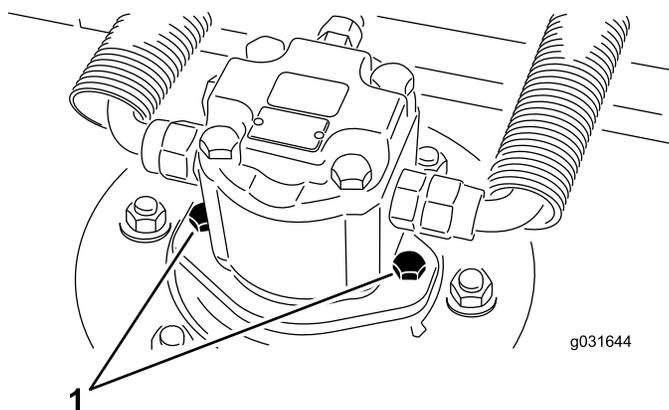

Figura 65
2. Retire los tornillos de montaje del motor y desconecte y retire el motor hidráulico la carcasa (Figura 65).
4. Con los tornillos de montaje del motor hidráulico, instale el motor hidráulico en la carcasa (Figura 65).